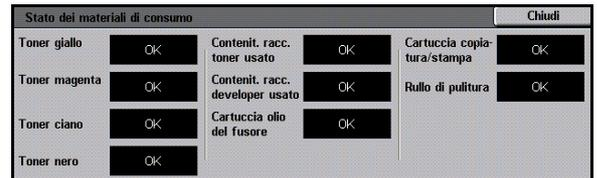

Fig. 5: Schermata Stato dei materiali di consumo
- 2 Selezionare l'icona **Stato dei materiali di consumo** per visualizzare la schermata corrispondente, illustrata in Fig. 5.